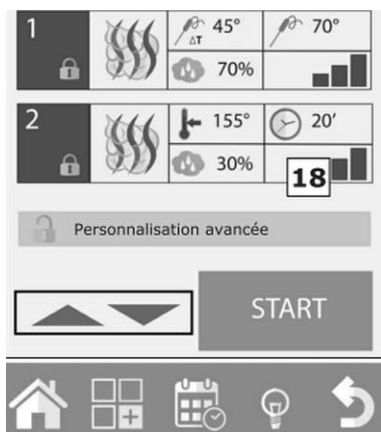

Fig. 23
1. Pour modifier un ou plusieurs paramètres de cuisson ou pour activer / désactiver le préchauffage automatique, appuyer sur la touche « Personnalisation avancée » (touche 18, Fig. 23).
3. Sélectionner le programme de cuisson de base, l'ouvrir et introduire les modifications voulues en appuyant sur la touche « Personnalisation avancée » (touche 18, Fig. 23).